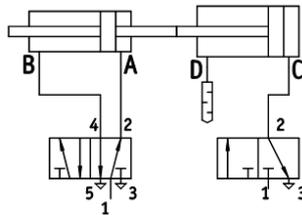

Bild 4
### Pneumatik Anschluss, Bild 4, 5
1. Gewindestopfen (1) am Zylinder (2) entfernen und am Parallelanschluss wieder montieren.
3. Pneumatikschläuche gemäss Schema anschliessen; Bild 4